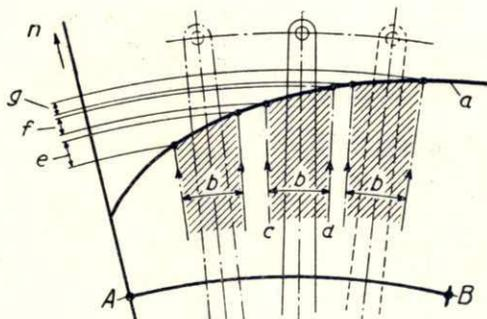

Bild 6
Der größtmögliche Ausschlag, den der Verstellhebel in jedem Falle machen kann, entspricht dabei dem Weg, den die Regelstange 5c zwischen ihren beiden Endstellungen von kleinster Fördermenge (0) bis zu größter durchläuft. Der Zusammenhang mit der jeweiligen Stellung des Bedienungshebels ist in Bild 6 gezeigt. Die mit a bezeichnete Kurve stellt den Verlauf der Nenn-drehzahlen in Abhängigkeit von den verschiedenen Stellungen des Bedienungshebels dar, der zwischen den Punkten A und B verstellt werden kann. Durch die Strecke b ist der in jeder Stellung mögliche Ausschlag der Fliehkichte aufgetragen, d. h. der Ausschlag, der nötig ist, um die Regelstange um ihren vollen Regelweg zu verschieben. Durch die Linien c und d werden also auf der Kurve a die Drehzahlbereiche bestimmt, in deren Grenzen der Motor bei jeder Hebelstellung arbeitet. Der Bedienungshebel greift also gleichsam aus dem gesamten Drehzahlbereich kleinere, innerhalb des Ungleichförmigkeitsgrades liegende Bereiche heraus, die vom Regler eingehalten werden. Das Bild zeigt ferner, daß die Ungleichförmigkeit bei niederen Drehzahlen (dargestellt durch die Drehzahldifferenz „e“) größer ist als bei höheren Drehzahlen (Strecken f und g). Ist dies nicht erwünscht, so kann die Charakteristik der Kurve a verändert werden durch Anbringung von zwei oder mehreren Federn am Drehzahlregler, die nacheinander zur Wirkung kommen.
Das Bild 6 zeigt außerdem deutlich die Notwendigkeit des elastischen Zwischengliedes zwischen Bedienungshebel und Gestänge. Selbst im günstigsten Falle gelangt die Regelstange schon nach einer Verstellung des Bedienungshebels um den Bogen *b* in eine ihrer Endstellungen, sodaß in der Mehrzahl aller Fälle bei einer gewünschten Drehzahländerung die Schleppfeder vorübergehend gespannt wird. Die Spannung der Feder ist also das Zeichen dafür, daß die Regelstange an einem der Anschläge anliegt, und daß eine Phasenverschiebung besteht zwischen der Stellung des Bedienungshebels und der Lage der Fliehgewichte, oder anders ausgedrückt, zwischen der eingestellten Drehzahl und der tatsächlich herrschenden.